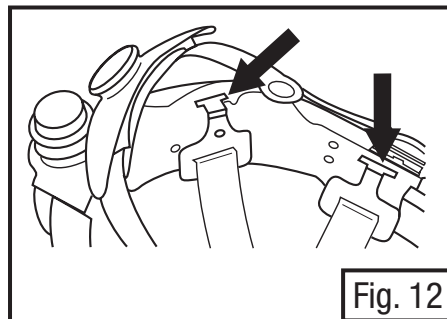

Fig. 12
- Com o equipamento para a cabeça virado ao contrário, solte a carneira do casco do equipamento para a cabeça puxando para cima nos ganchos de plástico das tiras da rede. Os ganchos são mostrados na Fig. 12.